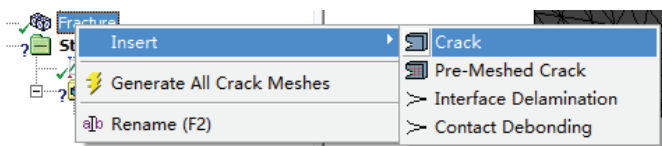

图 19-11 添加裂纹对象
- 2) 右键单击 Fracture 对象，然后选择 Insert>Crack，如图 19-11 所示，创建 Crack 对象。